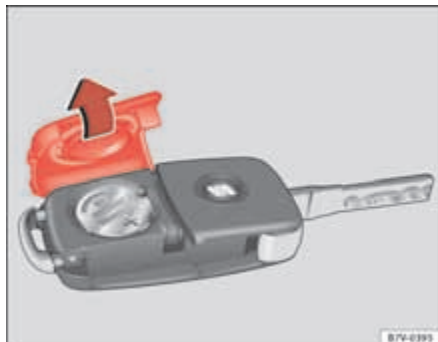

Fig. 44 Llave del vehículo: tapa del compartimento para la pila.
La pila se encuentra en la parte trasera de la llave del vehículo, bajo una tapa ⇒ fig. 44.
- Retire la tapa de la parte trasera de la llave del vehículo ⇒ fig. 44 en la dirección de la flecha ⇒ ①.
- Coloque la tapa en la carcasa de la llave del vehículo, presionándola tal como se muestra ⇒ fig. 44, en sentido contrario a la flecha, hasta que encastre.